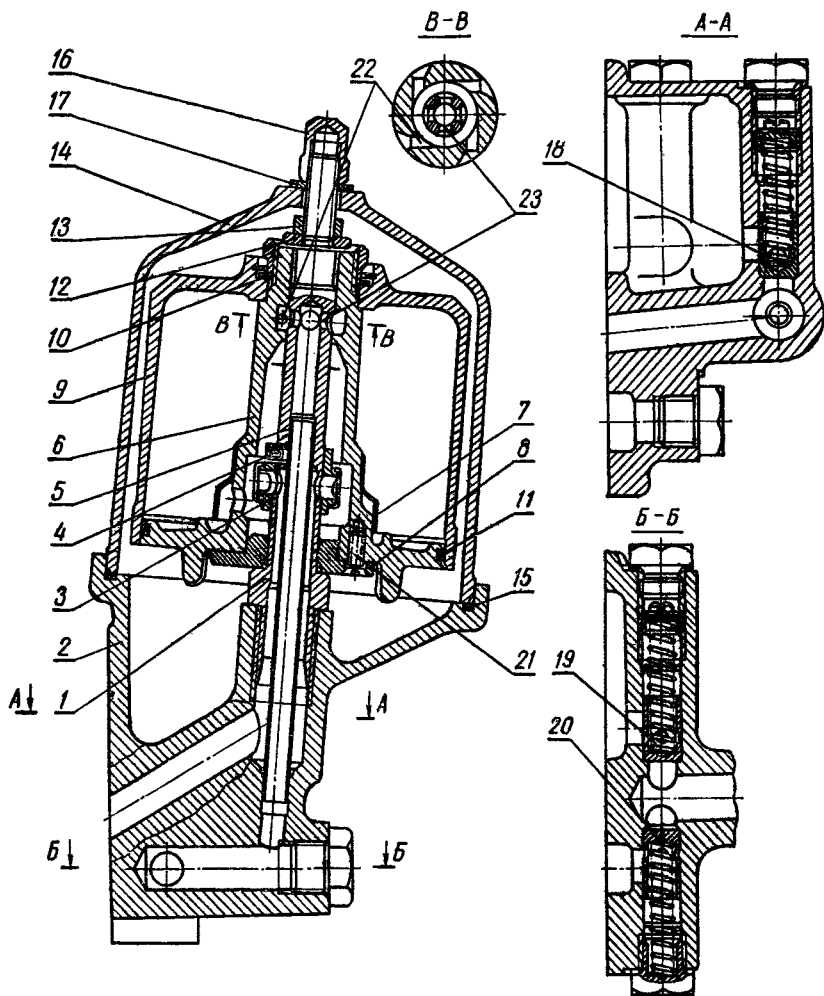

Рис. 20. Центробежный масляный фильтр:
Если давление масла выше или ниже указанных пределов, в первую очередь осмотрите сливной и предохранительный клапаны центробежного фильтра. При наличии на поверхности клапана задиров зачистите их и промойте гнездо и клапан. Если и после этого давление масла в системе смазки останется пониженным, увеличьте затяжку пружины сливного клапана 19 (рис. 20). Понижение давления масла в двигателе может быть также из-за увеличения зазоров в коренных и шатунных подшипниках.
1. Снимите колпак 14 (рис. 20), отвернув колпачковую гайку 16.